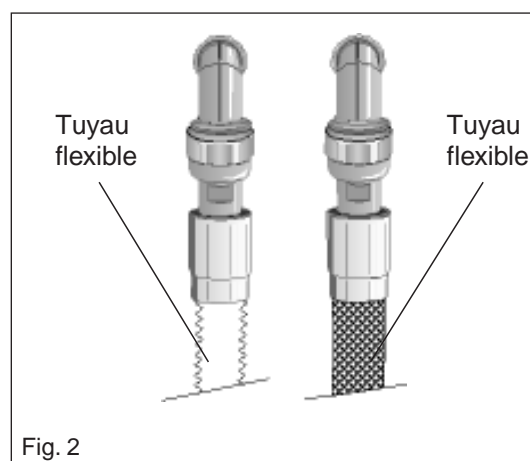
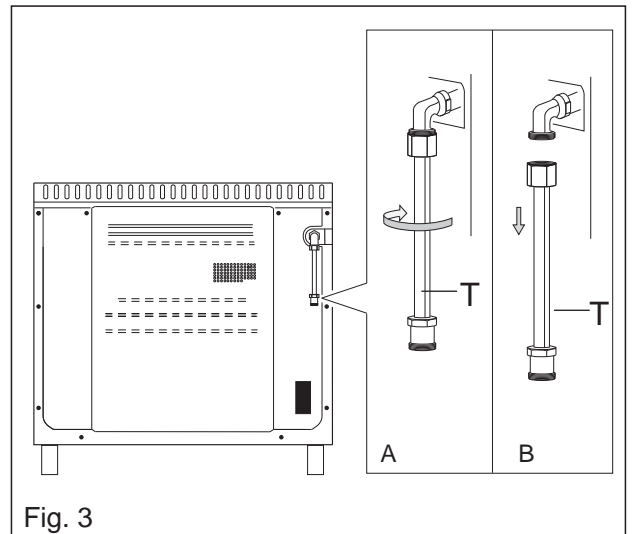

Fig. 2
Fig. 3
**Tuyau flexible** à embouts mécanique longueur maxi 1,50 m (figure 2)
Pour le raccordement gaz avec le tuyau flexible (à embouts mécaniques fig.2), il est nécessaire de démonter le tube T selon la figure 3 A-B.